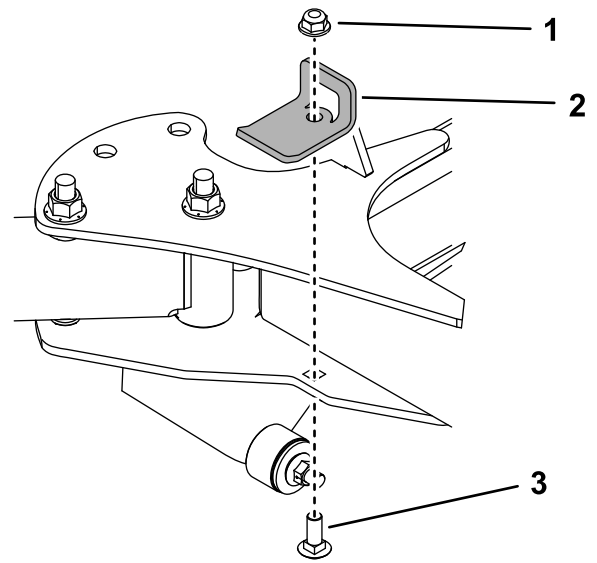

Figura 24
8. Retire los topes (Figura 24).